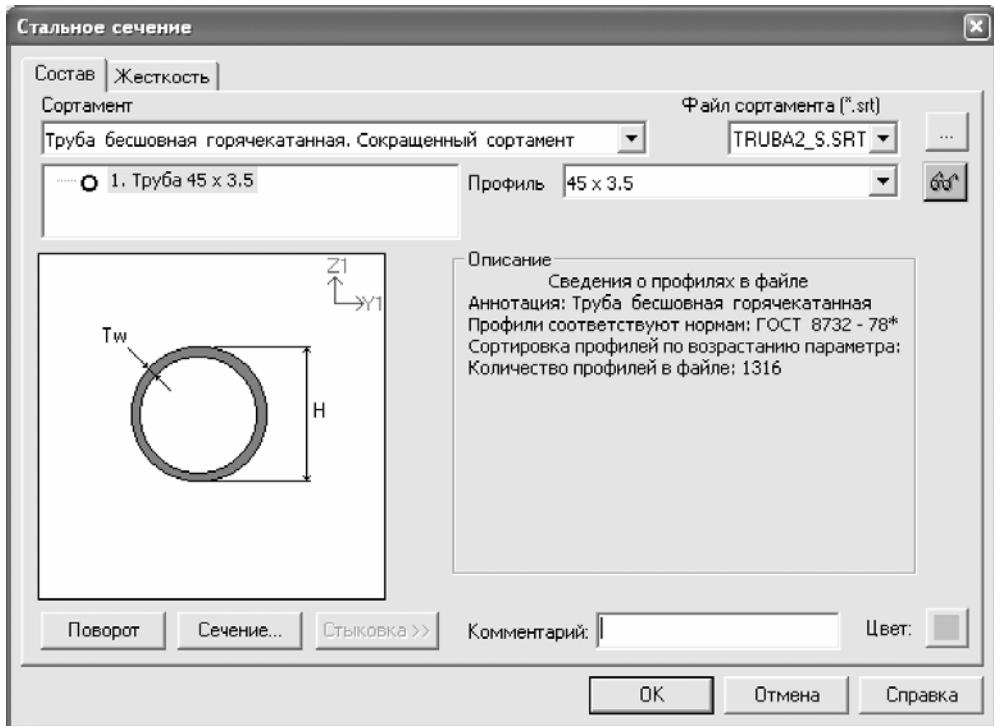

Рис.5.10. Диалоговое окно Стальное сечение
- В диалоговом окне **Стальное сечение** задайте параметры сечения **Труба** (рис.5.10):